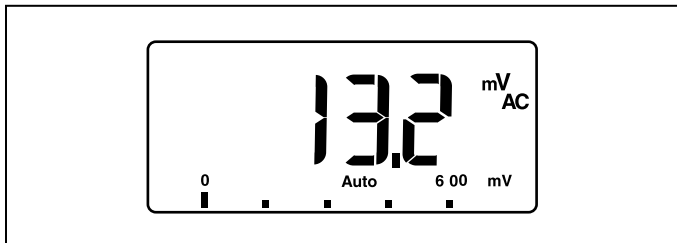

Figure 1. Lecture de tension résiduelle
*La plupart des multimètres numériques n'affichent jamais une lecture de zéro pour un circuit hors tension. Il peut y avoir une légère lecture résiduelle. L'exemple de la Figure 1 illustre une lecture de 13,2 mV CA, ce qui est très près d'une lecture de 0 volt. 1 mV équivaut à 0,001 V, à savoir 1 millième de volt.*